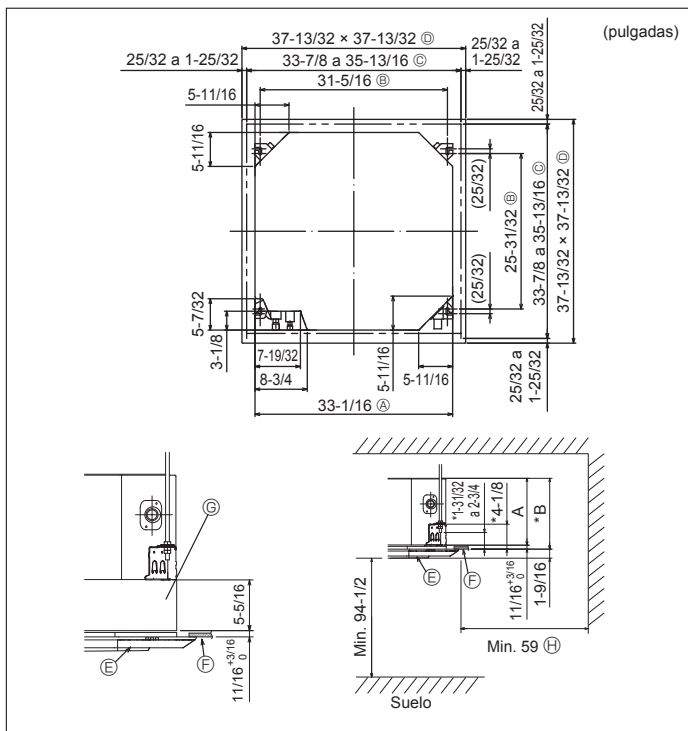

Fig. 2-2
## 2.2. Apertura del techo y ubicación de los tornillos de suspensión (Fig. 2-2)
- \* Las dimensiones de la apertura del techo pueden ajustarse dentro de los valores indicados en Fig. 2-2; centre la unidad principal en la apertura asegurándose de que los lados opuestos respectivos alrededor de la apertura sean idénticos.
- (A) Lado exterior de la unidad principal    (E) Rejilla
- (B) Paso del tornillo    (F) Techo
- (C) Apertura en el techo    (G) Caja multifuncional (opcional)
- (D) Lado exterior de la rejilla    (H) Toda la periferia